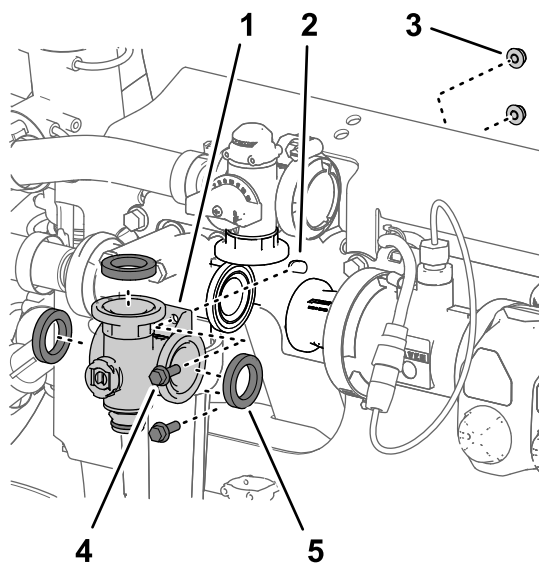

Рисунок 105
- Выверните 2 болта с фланцем (1/4 x 3/4 дюйма) и 2 фланцевые контргайки (1/4 дюйма), с помощью которых коллектор клапана перемешивания подсоединен к опоре клапана (Рисунок 105).
- Снимите коллектор клапана перемешивания и прокладки с машины (Рисунок 105).